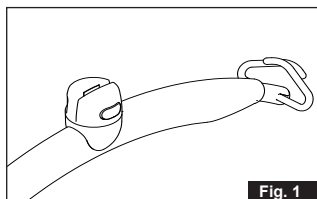

Fig. 1
1. Reggere la barra di sollevamento con la mano destra e premere il pulsante giallo utilizzando il pollice come mostrato (Fig. 1)
Fare attenzione quando si collegano le cinghie di sollevamento dell'imbragatura ai ganci. Controllare che le cinghie siano state collocate correttamente nei ganci della barra di sollevamento. Quando si preme il tasto sulla pulsantiera per sollevare l'utente, controllare nuovamente che tutte le cinghie restino posizionate correttamente nei ganci della barra di sollevamento (Fig. 1).